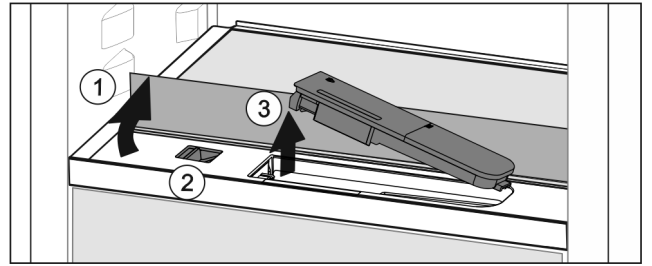

Fig. 109
- ▷ 抬起玻璃隔板，将其向后翻转至止挡 Fig. 109 (1)。
- ▶ 向左推滑块 Fig. 109 (2)。
- ▶ 取出水箱 Fig. 109 (3)。